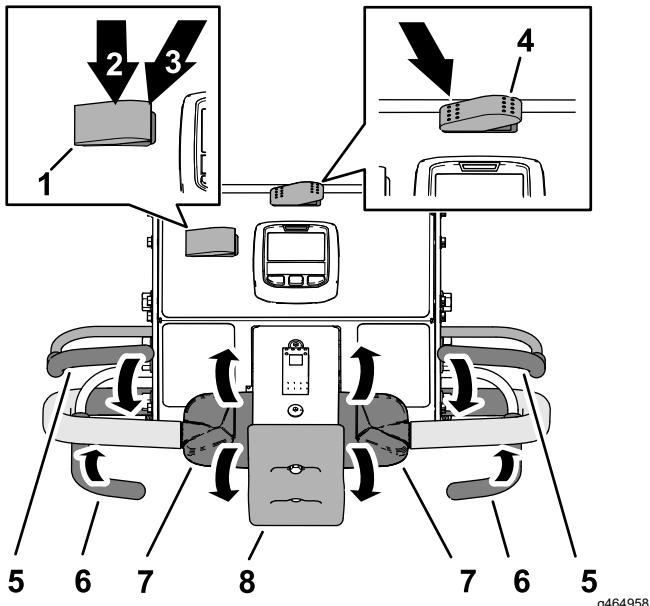

Рисунок 82
- Нажмите переключатель транспортировки/аэрации, чтобы он находился в положении АЭРАЦИЯ (Рисунок 82).